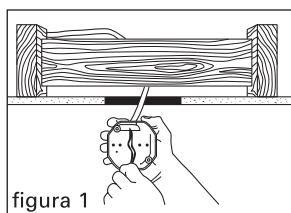

figura 1
1. Con la corriente eléctrica apagada, hale los cables hacia abajo y sujetelos con la abrazadera hacia dentro de la caja (figura 1).